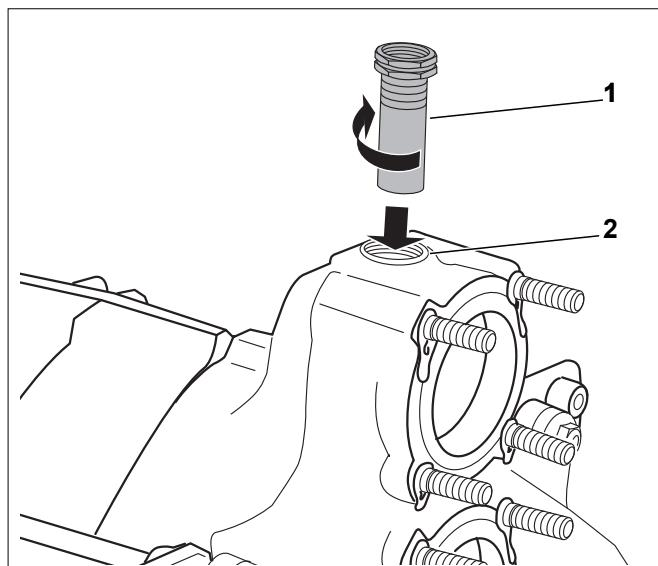

Рис. 20 Монтаж погружной гильзы
- ▶ Вставьте гильзу $\frac{3}{4}$ " (длина 110 мм) (рис. 20, [1]) сверху в резьбовое отверстие $\frac{3}{4}$ " на подключении подающей линии (рис. 20, [2]).